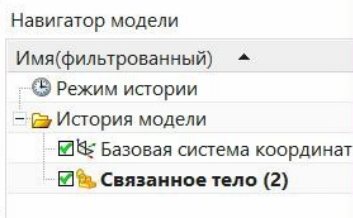

рис.22
- После такого переноса в *навигаторе модели* проекта *rez_model* вместо пространного дерева построения оказывается только короткая строка «**Связанное тело**» (рис.22). Дерево построения вообще отсутствует! Поэтому боевая деталь гораздо экономнее рабочей части!